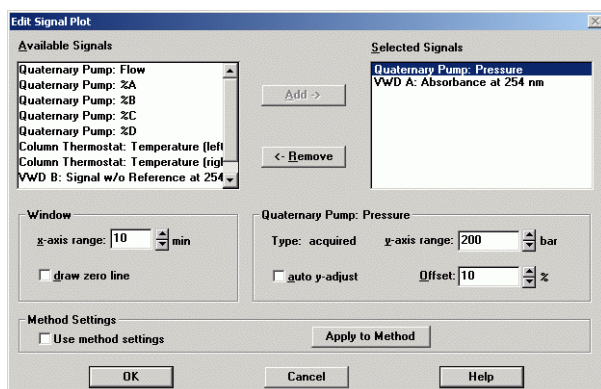

图 3 编辑信号绘图 (Edit Signal Plot) 对话框
- 2 单击在线绘图视窗 (Online Plot) 中的**更改 (Change)**，以显示**编辑信号图 (Edit Signal Plot)** 对话框（见图 3）：